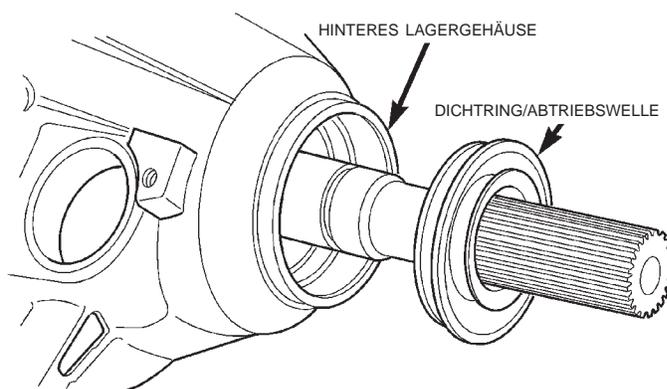

Abb. 10 Wellendichtring ausbauen
(6) Mit einem geeigneten Werkzeug den Wellendichtring aus dem hinteren Lagergehäuse ausbauen (Abb. 10).